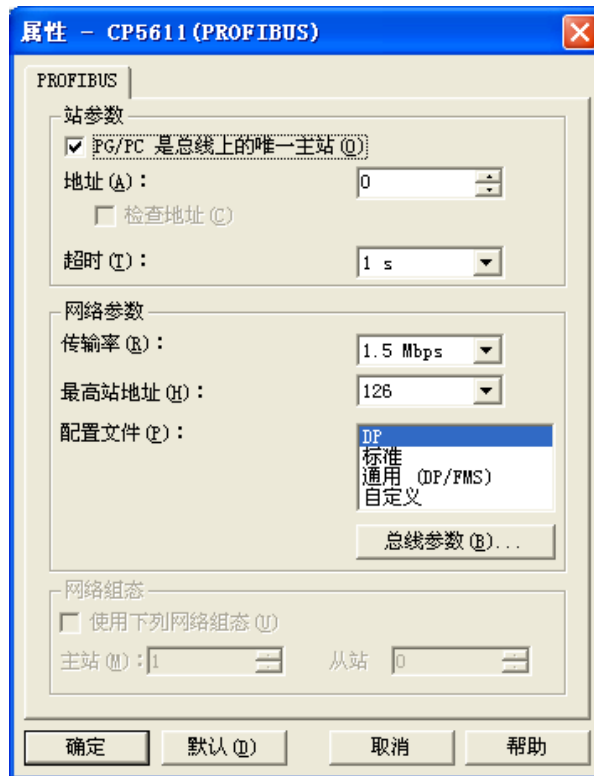

图 4.49 设置 PROFIBUS 属性
- b) 点击“属性”按钮,在属性窗口中,勾选“PG/PC 是总线上的唯一主站”。“传输率”的设置根据协议不同而不同,测 DP 设备,传输率设置为 1.5Mbps (DP 设备可配置多种,1.5Mbps 仅为推荐值,可根据实际工程修改,本实例设置为 1.5Mbps,范围:9.6kbps~12Mbps,不包括 45.45kbps),配置文件选择 DP。点击“确定”按钮,如下图 4.49 所示: